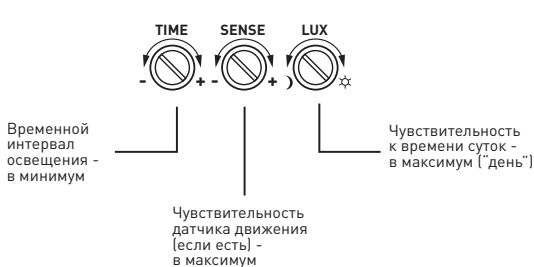

Рис.1. Начальные установки регулировок
- чувствительность датчика движения (радиус зоны чувствительности) – на максимум («+») (см. рис.1),